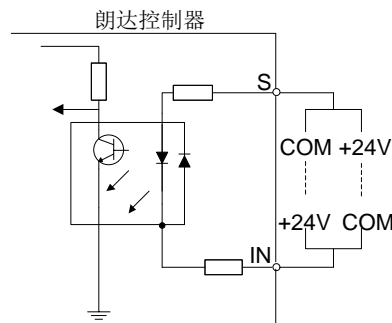

图 2-1 输入开关量连接机械开关
- 如图 2-1 所示，此信号类型支持高/低电平输入有效。接常开时，与 COM 导通表示接收信号；接常闭时，与 COM 断开表示接收信号。